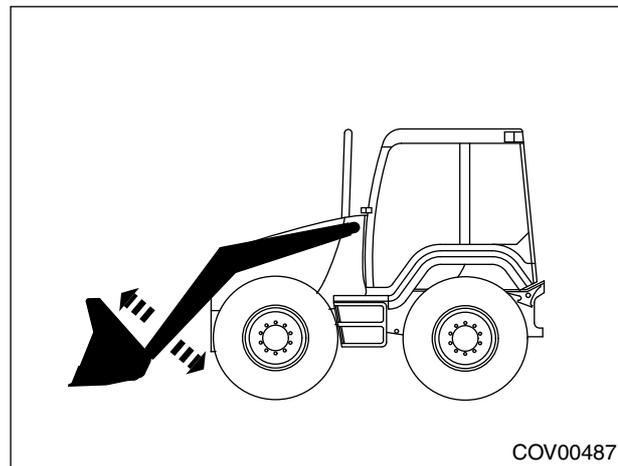

Рис. 7.17. - Плавающий режим ковша
(5) Плавающий режим ковша
Если передвинуть джойстик через защелку в положение E, ковш будет повторять изгибы поверхности земли без необходимости двигать джойстик. Если поставить джойстик в положение E, он не будет автоматически возвращен пружиной обратно в нейтральное положение (0). Чтобы отключить плавающий режим, джойстик необходимо вернуть в нейтральное положение. См. рис. 7.17.